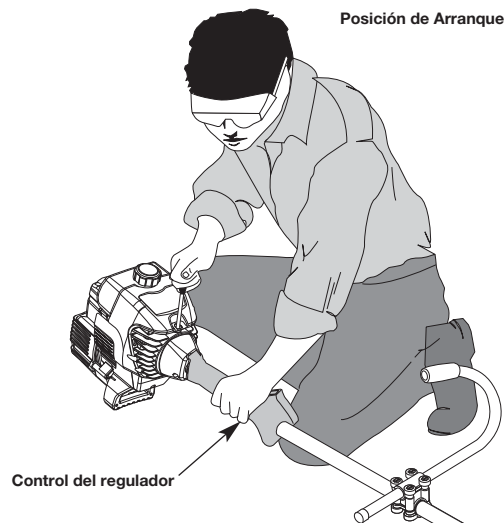

Fig. 21
ADVERTENCIA: Evite los arranques accidentales. Colóquese en posición de inicio cuando hale de la cuerda de arranque (Fig. 21). El operador y la unidad deben estar en una posición estable al arrancar la unidad para evitar graves lesiones personales. Compruebe que cualquier complemento usado se instale correctamente y que esté seguro, antes de poner en marcha la unidad.
5. Agáchese en posición de arranque (Fig. 21). Oprima la traba del regulador hacia adentro y apriete la palanca de control del regulador. Hale el cordón de arranque 5 veces.